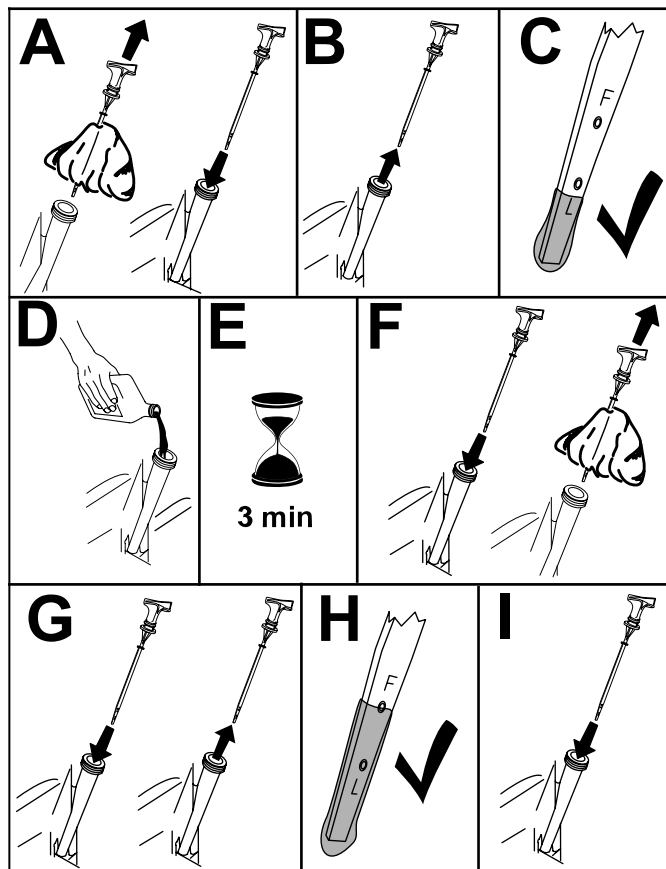

Figure 20
4. Contrôlez le niveau d'huile moteur comme montré à la Figure 20.